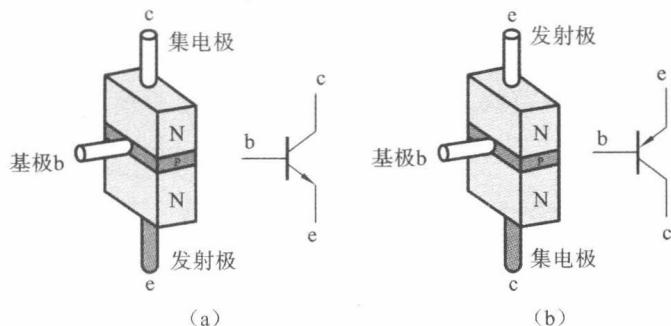

图 1.8 NPN 和 PNP 型三极管结构及其图形符号
(4) 三极管 三极管又称为晶体管,三极管的 3 个极分别是基极(b)、集电极(c)和发射极(e)。将一个微小的电流或电压施加在三极管的基极上,就可以控制流经其他两极较大的电流,这就意味着三极管可以当做放大器和开关来使用。基极非常薄,并且导电性与反射极和集电极相比较弱。一个非常小的基极—发射极电流可以控制一个非常大的集电极—发射极电流。三极管的类型有 NPN 型和 PNP 型(见图 1.8)。汽车电路中最常使用的是 NPN 型三极管。